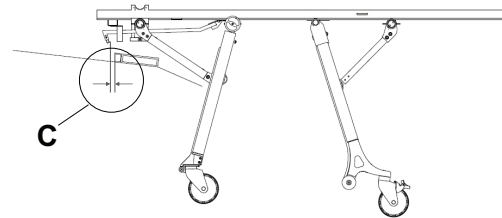

Figura 10 – Spazio tra il gancio di sicurezza e la piastra di presa
- Lo spazio orizzontale (C) tra il gancio di sicurezza e la piastra di presa deve essere sufficiente per scaricare (Figura 10)